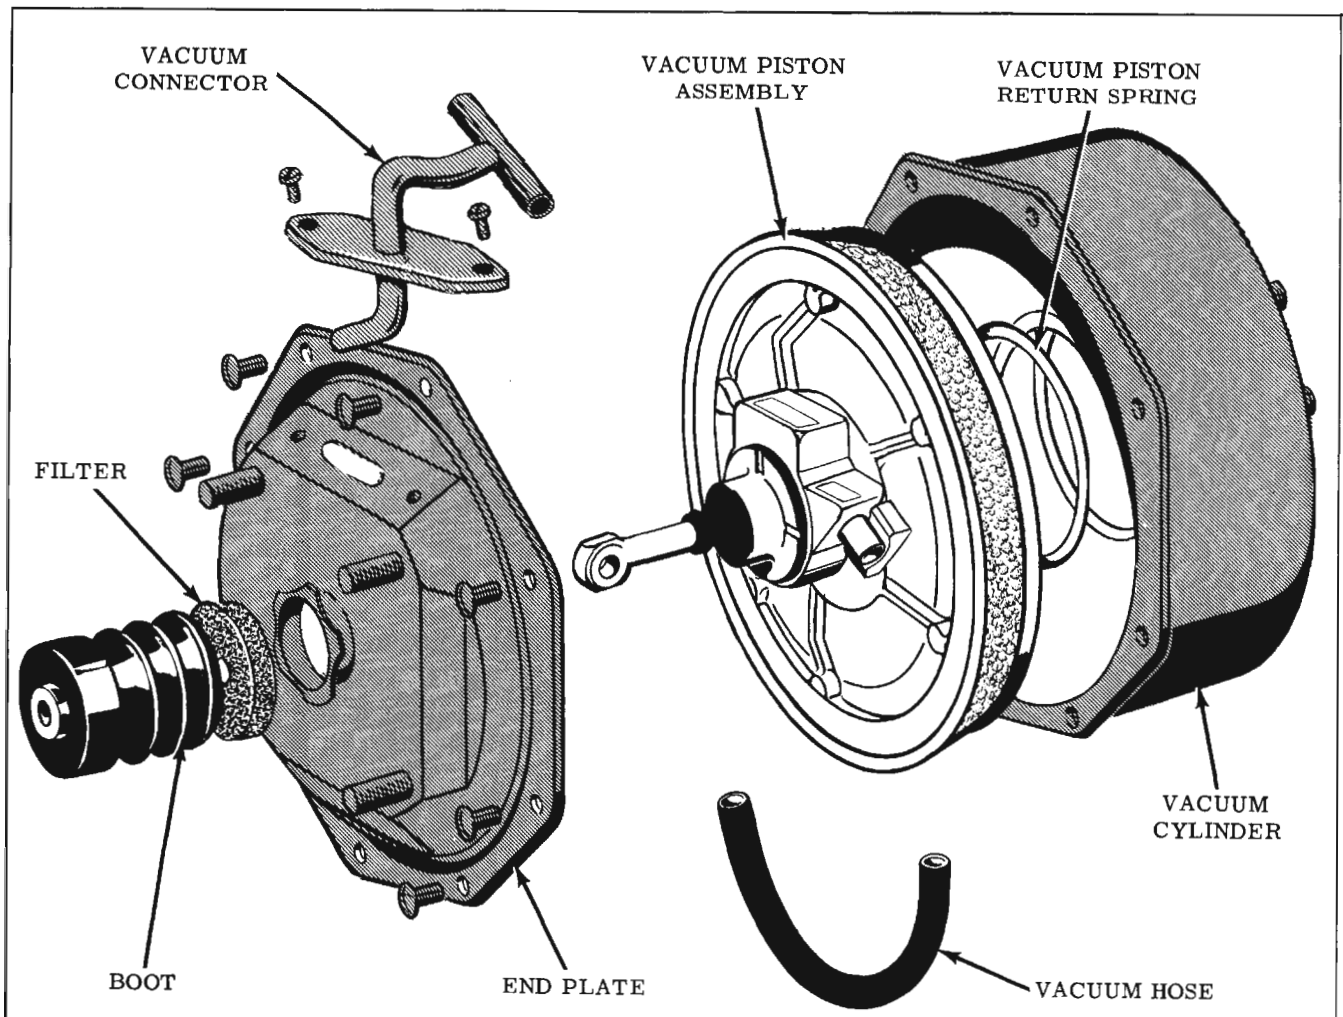

Fig. 7-30 Bendix Power Brake
**DISASSEMBLY OF BENDIX POWER BRAKE (Fig. 7-30)**